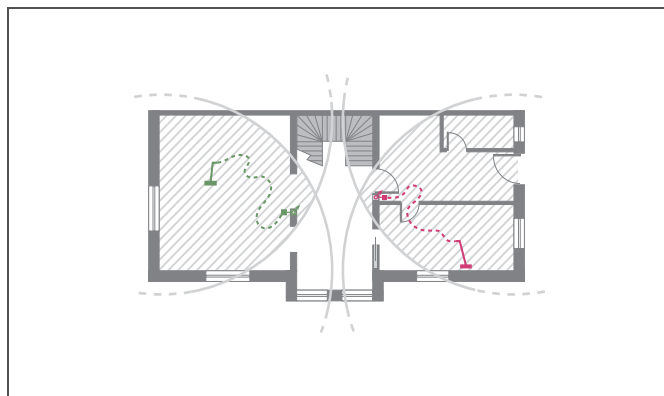

Fig. 3-2 Prevederea dozelor de aspirare
3. Prevedeți dozele de aspirare în suprafețele de suprapunere (hașurile gri) (vezi fig. 3-2):